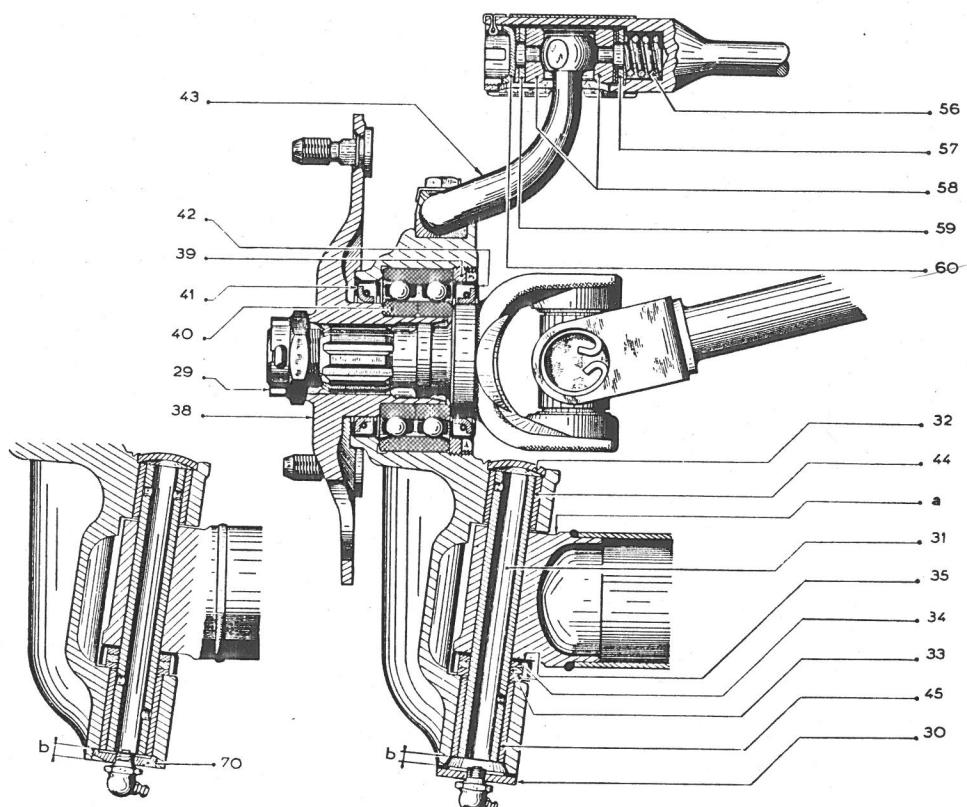

Fig. 31. Snit af forhjulsspinde og styrebolt.
Forhjulenes "sporing" er en spredning på 1 til 3 mm, målt på fælgenes yderkanter i centrumshøjde. Justering finder sted ved, at man udtager møtrikkerne (60), fig. 31, i begge sider (de er sikret med split), og foretager en udskiftning eller flytning af justerskiverne (57 og 59). Derefter iskrues møtrikkerne (60) helt og løsnes en sjetteredel omdrejning, hvorefter de sikres med splitter i nærmeste hul.